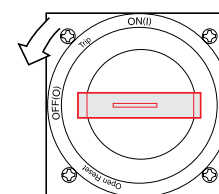

рис. 12
- Чтобы отключить выключатель, поверните рукоятку в горизонтальное положение OFF(O). (рис. 12)
- Если рукоятка находится в положении ON(I), OFF(O) и Trip, дверь заблокирована и не открывается.